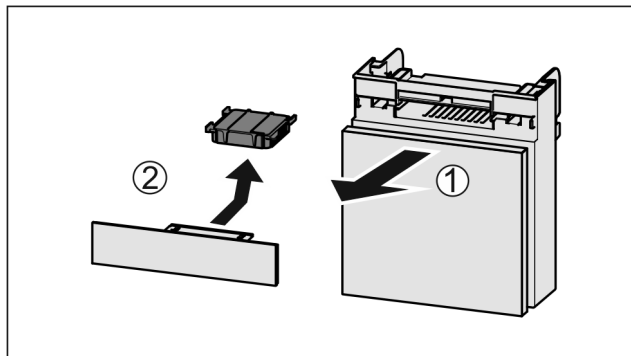

Fig. 52
- ▶ Издърпайте Fig. 52 (1) напред от отделението.
- ▶ Извадете Fig. 52 (2) филтъра с активен въглен.